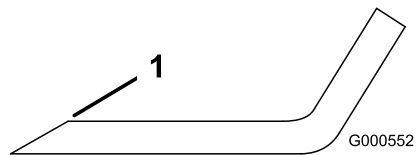

Bild 66
1. Schärfen Sie die Schnittkante an beiden Enden des Schnittmessers mit einer Feile (Bild 66).
Hinweis: Feilen Sie, wenn das Schnittmesser nicht ausgewuchtet ist, vom Flügelbereich des Messers etwas Metall ab (Bild 66).